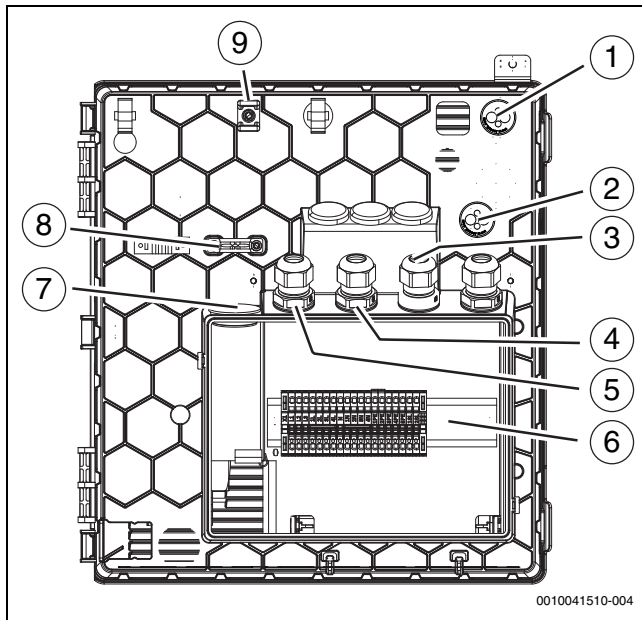

Bild 31 Kabeldurchführungen zum Klemmenkasten
Bei Kabeldurchführungen (→ Abbildung 31 [1], [2], [7]) genügt ein kleiner Einstich in die Membran, dann können die Leitungen durchgeschoben werden.
- ▶ Nach dem Einföhren der Kabel die Kabelverschraubungen festziehen (→ Abbildung 31 [3], [4], [5]).
- ▶ Die festgelegten Befestigungspunkte [9] für die Befestigung der durch die Einföhren geföhrteten Kabel verwenden (→ Abbildung 31 [1], [2]).